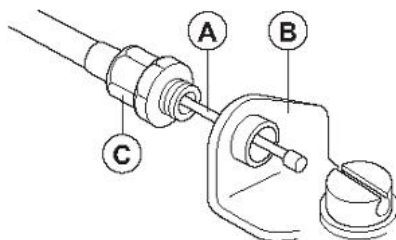

Рисунок 6
2. Установите трос дроссельной заслонки **A** через кронштейн карбюратора **B** (рис.6).
3. Полностью вверните втулку регулятора троса **C** в кронштейн карбюратора **B** (рис.6).
8. Отрегулируйте втулку регулятора троса **C** (рис.6).